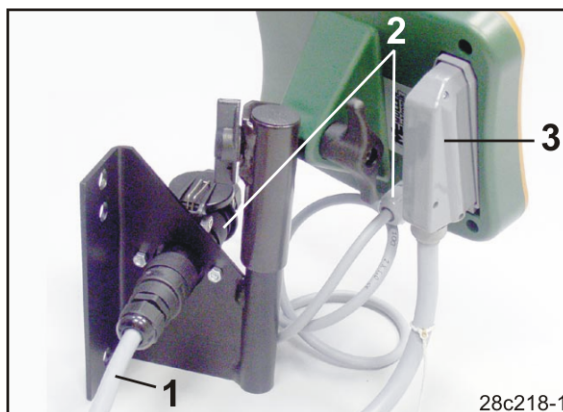

Fig. 13
2. Anslut elkabeln (Fig. 13/1) till konsolen och till traktorns 12-volts eluttag.
3. Anslut konsolen och terminalen med elkabeln (Fig. 13/2).
5. För in kabeln med stickkontakten (Fig. 13/3) i traktorhytten och anslut den till terminalen.